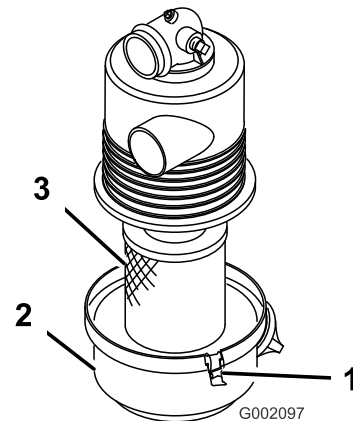

Figure 20
1. Vérifiez si le boîtier du filtre à air présente des dommages susceptibles d'occasionner des fuites d'air. Vérifiez que le couvercle est parfaitement ajusté sur le boîtier du filtre à air (Figure 20).
2. Desserrez les attaches qui fixent le couvercle sur le boîtier du filtre à air (Figure 20).
3. Séparez le couvercle du boîtier du filtre à air et nettoyez l'intérieur du couvercle (Figure 20).
3. Insérez l'élément filtrant dans le boîtier du filtre à air (Figure 20).
4. Alignez le couvercle du filtre à air sur le boîtier du filtre à air (Figure 20).
5. Fixez le couvercle au boîtier avec les verrous (Figure 20).